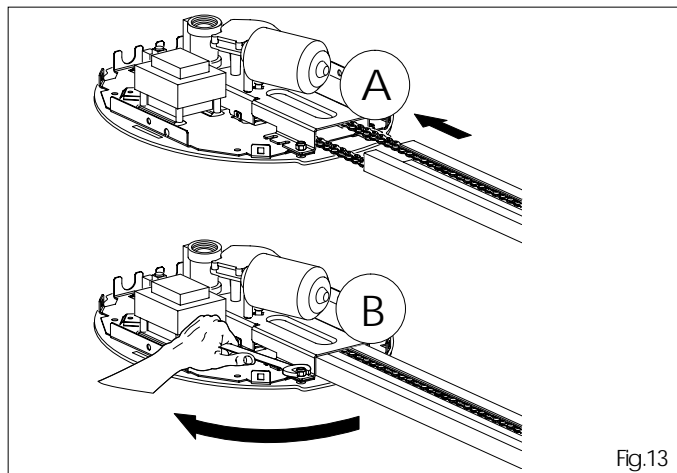

Fig.13
5.8 Positionner à nouveau le groupe moteur et insérer le longeron conformément à la figure 13 (rif.A) jusqu'à la limite.
5.9 Serrer le groupe moteur avec une clé appropriée (fig.13 réf.B).